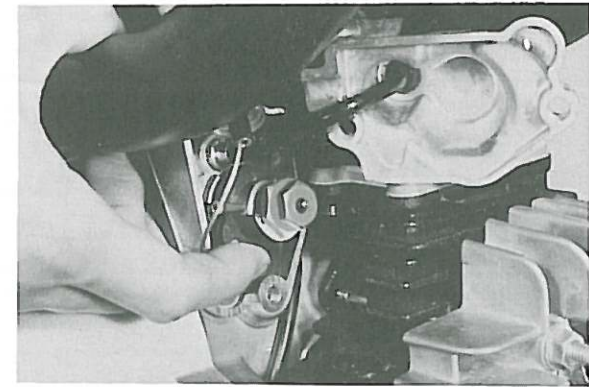

Fig. 3-1-3
8. Remove pump cover (1) and pump cable. (Fig. 3-1-3)
8. Enlever le couvercle de pompe (1) et le câble de pompe. (Fig. 3-1-3)
8. Pumpendeckel (1) und Pumpenseil abnehmen. (Fig. 3-1-3)